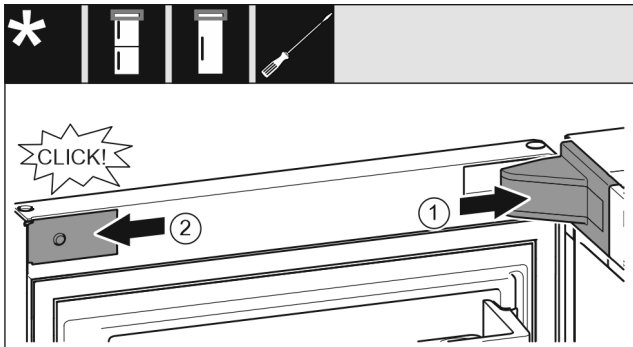

Fig. 23
- ▶ Lagerbockabdeckung aufsetzen und einrasten, ggf. vorsichtig auseinanderdrücken. Fig. 23 (1)
- ▶ Blende seitlich ansetzen und einrasten. Fig. 23 (2)